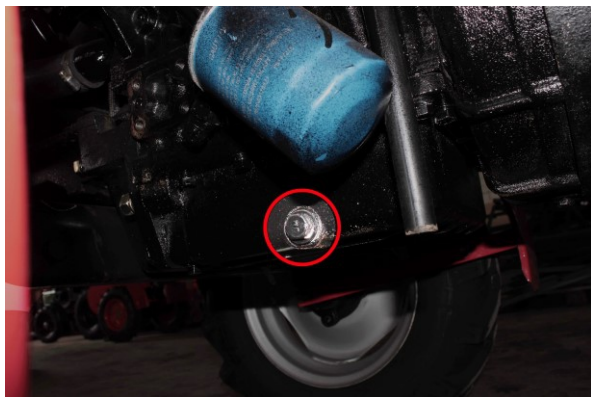

Рис. 1
1. Слить масло с двигателя, открутив сливную пробку в нижней части двигателя (Рис. 1). Закрутить пробку.